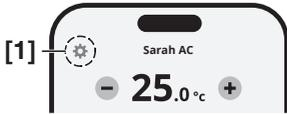

Fig. 1
1. Tap [1] “” from the menu. Fig. 1